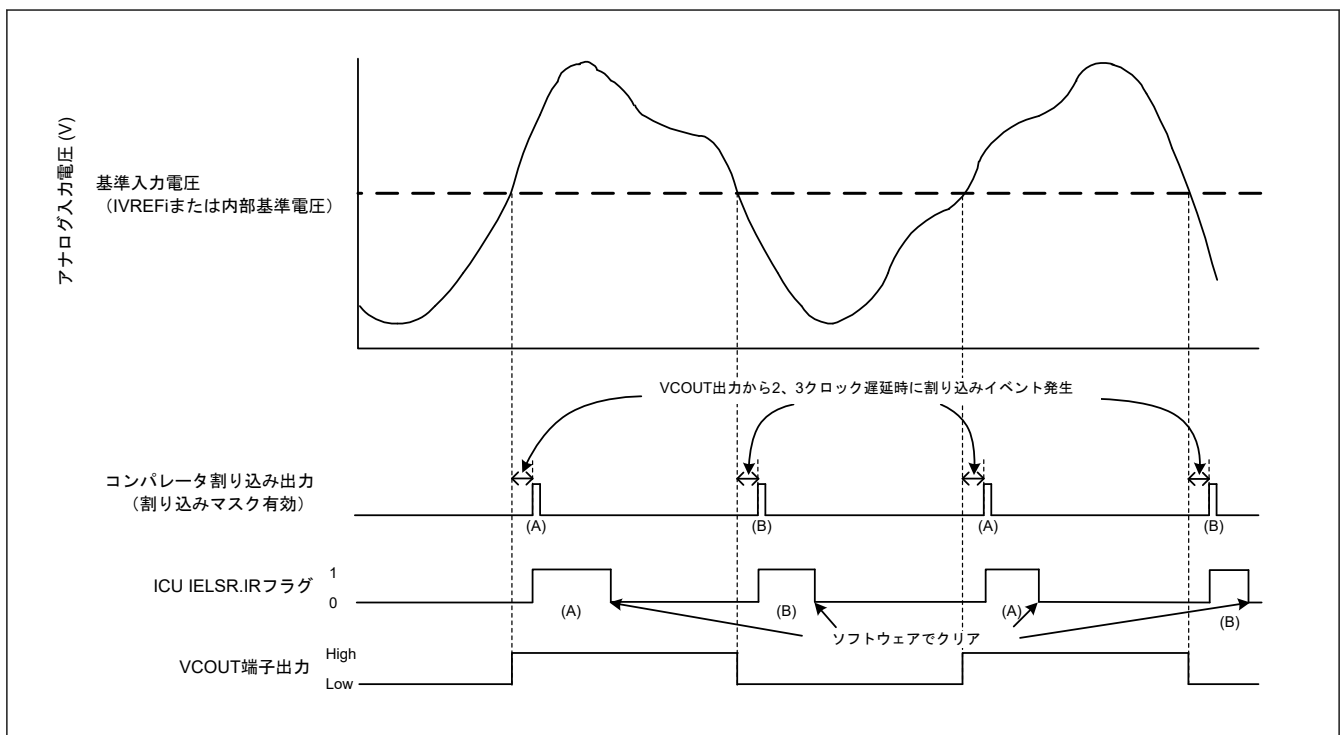
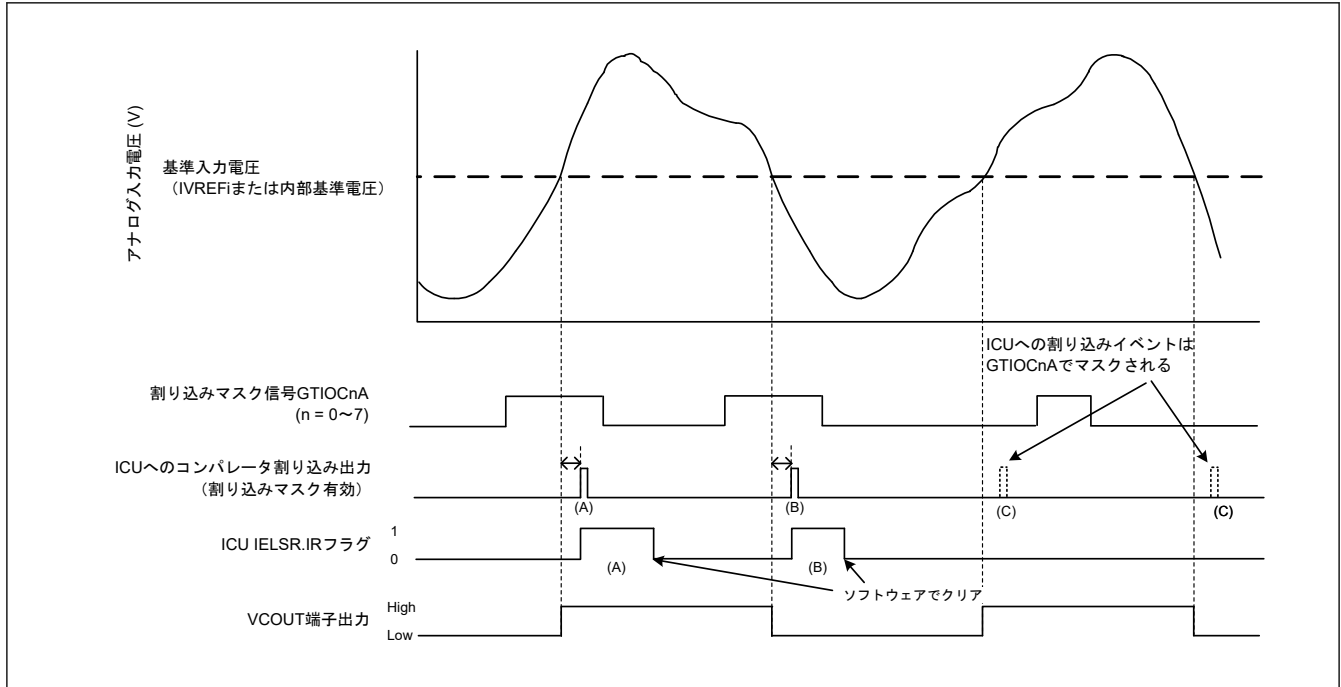

図 42.2 ACMPHS の動作例 (割り込みマスク機能無効)
図 42.3 ACMPHS の動作例 (割り込みマスク機能有効)
図 42.2 と図 42.3 に ACMPHS の動作例を示します。アナログ入力電圧が ACMPHS 基準入力電圧より高い場合は、VCOUT 出力が 1 になります。アナログ入力電圧が ACMPHS 基準入力電圧より低い場合は、VCOUT 出力が 0 になります。ACMPHS 出力が変化すると、割り込み要求と ELC イベントが出力されます。
図 42.2 は CPOE = 1 (端子出力有効)、CDFFS[1:0] = 00b (フィルタを使用しない)、かつ CEG[1:0] = 11b (両エッジ検出を選択) の場合の例です。CINV = 0、CEG[1:0] = 01b (ACMPHS からの非反転出力信号用に立ち上がりエッジ検出を選択) の場合、IELSR.IR フラグは (A) で示されるように変化します。CINV = 0、CEG[1:0] = 10b (ACMPHS からの非反転出力信号用に立ち下がりエッジ検出を選択) の場合、IR フラグは (B) で示されるように変化します。CPOE = 1 の場合、VCOUT は直接出力します。
図 42.3 は CPOE = 1 (端子出力有効)、CDFFS[1:0] = 00b (フィルタを使用しない)、かつ CEG[1:0] = 11b (両エッジ検出を選択) の場合の例です。CINV = 0、CEG[1:0] = 01b (ACMPHS からの非反転出力信号用に立ち上がりエッジ検出を選択) の場合、IELSR.IR フラグは (A) で示されるように変化します。CINV = 0、CEG[1:0] = 10b (ACMPHS からの非反転出力信号用に立ち下がりエッジ検出を選択) の場合、IR フラグは (B) で示されるように変化します。
ICU/ELC への割り込みイベントは GPT 出力 (GTIO*CnA* ($n = 0 \sim 7$)) によりマスク可能であり、CPINTCTL.MSKE ビットと CPMSKCTL.MSKSEL[2:0] ビットで制御します。詳細は、図 42.3 を参照してください。